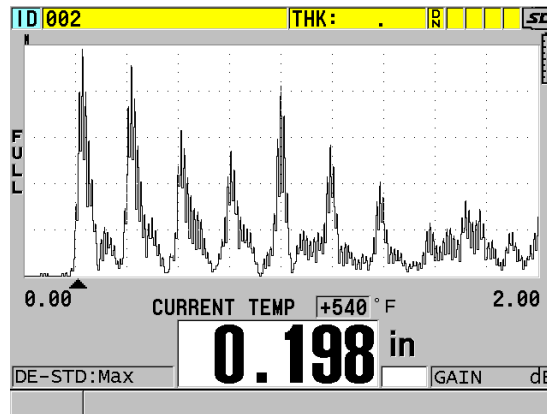

Abbildung 10-19 Anzeige von Daten mit Temperaturkorrektur
4. Mit Taste **[MEAS]** gelangen Sie mit aktivierter Temperaturkorrektur zurück zum Messfenster (siehe Abbildung 10-19 auf Seite 187). Die gemessenen Dicken werden nun anhand der unter **JUSTIERTEMP**, **AKTUELLE TEMP** und **TEMP-KOEFFIZIENT** eingegebenen Werte für die Temperatur korrigiert.